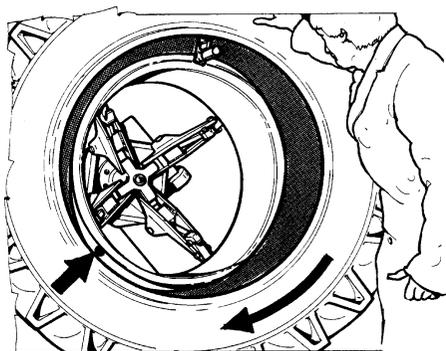

Рис. 51
3. Поместите монтажный палец как показано на Рис.51. Край пальца должен быть на расстоянии 2-3 см (1") радиально от края диска и на расстоянии 2-3 см (1") наружу.
ПРОКОНТРОЛИРУЙТЕ ЧТО ФИКСИРУЮЩИЙ ПАЛЕЦ ИНСТРУМЕНТА МОНТАЖА НЕ УСТАНОВЛЕН (1, Рис. 51а).
Рис.51а